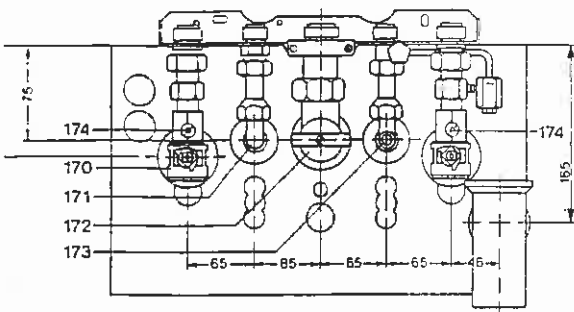
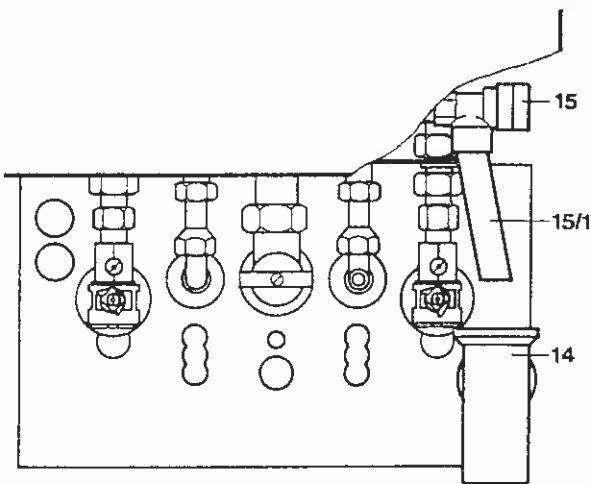

Fig. 11
Fig. 12
For at undgå beskadigelse af gasarmaturet skal gas-hanen (fig. 11, pos. 172) være lukket under tæthedsprovning. Før der åbnes for gasafspærringsventiler skal der gennemføres en trykaflastning. Membran sikkerhedsventil (fig. 12, pos. 15) er inkluderet i kedelleverancen.
Overløbstragt m. vandlås (fig. 12)